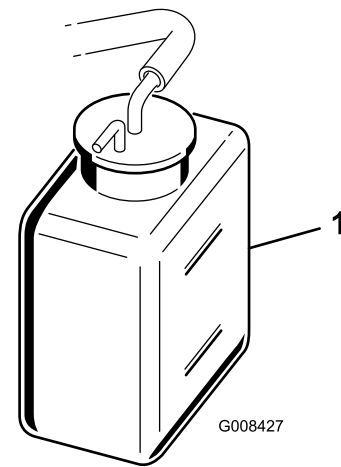

**Figura 38**
1. Retire la rejilla del radiador (Figura 38).
2. Compruebe el nivel de refrigerante (Figura 38 y Figura 39).